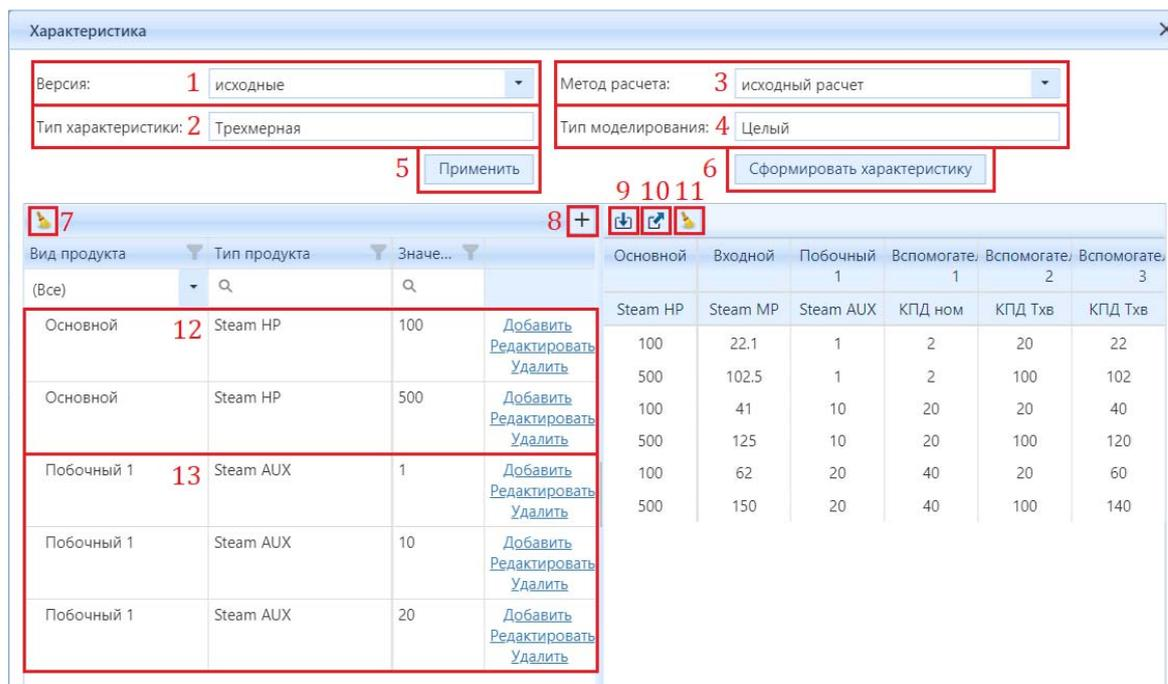

Рисунок 4.3.34 – Окно формирования сетки характеристики
8. После ввода формулы необходимо задать сетку характеристики, на основе которой будет происходить ее расчет. Для этого необходимо нажать кнопку (3) «Характеристика» (рис. 4.3.15). После нажатия откроется окно «Характеристика» (рис. 4.3.34).
9. В открывшемся окне для записи (1) «Версия» (рис. 4.3.34) необходимо выбрать версию из выпадающего списка. Для записи (3) «Метод расчета» (рис. 4.3.34) выберите из выпадающего списка метод расчета (по умолчанию рекомендуется ставить «исходный расчет»). Настройки для записей «Тип характеристики» (2) (рис. 4.3.34) и «Тип моделирования» (4) (рис. 4.3.34) ставятся автоматически. Они предназначены для напоминания при формировании сетки. После этого необходимо задать сетку для характеристики по тем продуктам, которые не рассчитываются по формулам. Для этого нужно нажать кнопку (8) «Добавить строку» (рис. 4.3.34) и в появившейся строке указать вид продукта и значение. Далее требуется нажать кнопки (5) «Применить» (рис. 4.3.34) и (6) «Сформировать характеристику» (рис. 4.3.34). После создания характеристики необходимо удостовериться визуально в ее корректности.
Если характеристику нужно перестроить, то можно в правом окне нажать кнопку «Очистить» (11) – сформированная зависимость удалится. После этого можно поправить сетку и заново сформировать характеристику. Так же можно полностью стереть и сетку, и характеристику, нажав на кнопку (7) «Очистить» (рис. 4.3.34) в левом окне. Кнопка (9) «Выгрузить» (рис. 4.3.34) предназначена для выгрузки
характеристики в формате .xls. Кнопка (10) «Загрузить» (рис. 4.3.34) предназначена для загрузки характеристики по рекомендуемому шаблону (рис. 4.3.35).